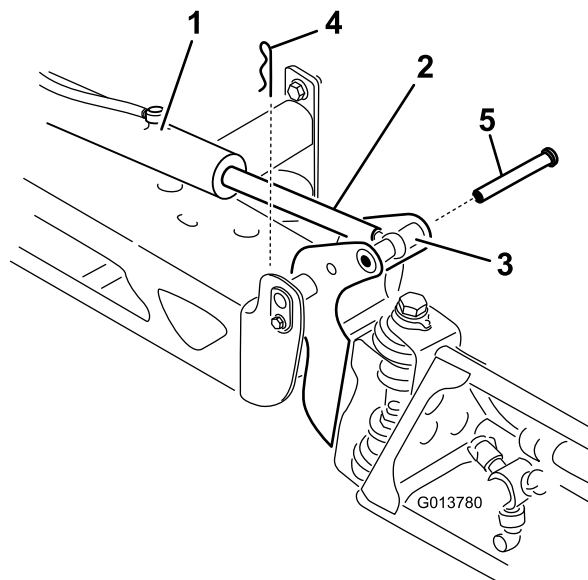

Figura 96
2. Retire la chaveta del pasador de giro (Figura 96).
3. Levante el brazo, retire el pasador, y baje el brazo lentamente al suelo (Figura 96).
8. Sujetando el brazo, introduzca el pasador a través del pivote del brazo y del émbolo del actuador (Figura 96).